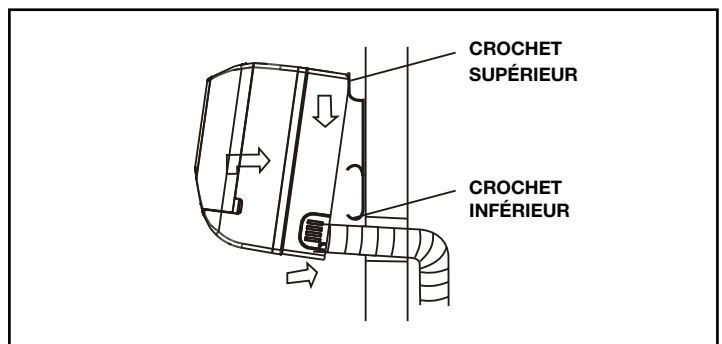

fig.6
2. Accrocher le haut de l'unité à la plaque métallique comme le montre la fig. 6 en la déplaçant de droite à gauche pour vérifier la solidité de la fixation.